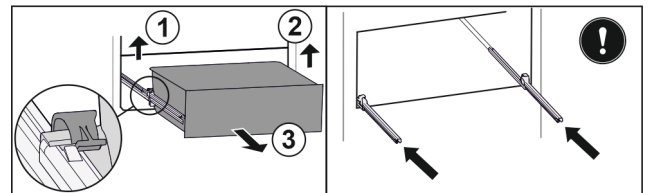

Fig. 152
- Nosta vasenta pidikettä ja vedä samalla vetolaatikkoa vasemmalta eteenpäin. Fig. 152 (1)
- Nosta oikeanpuolista pidikettä ja vedä samalla vetolaatikkoa oikealta eteenpäin. Fig. 152 (2)
- Poista vetolaatikko vetämällä sitä eteenpäin. Fig. 152 (3)